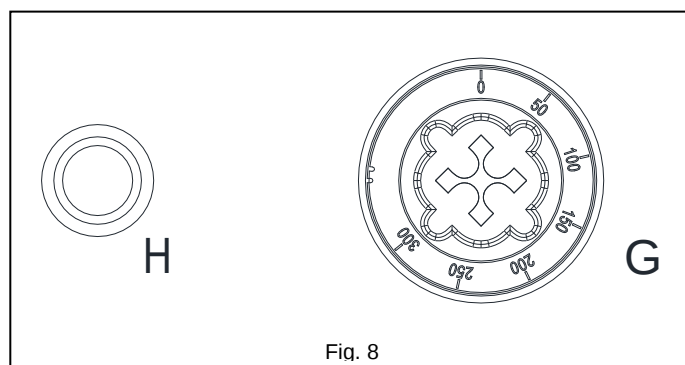

Fig. 8
6.4 Accensione del bruciatore principale (Fig. 8)
Per spegnere il bruciatore principale, girare la manopola sulla posizione "0" (Fig. 8).